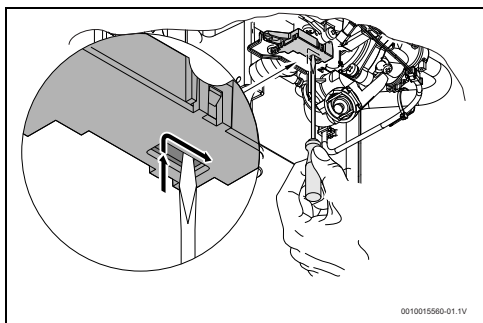

Bild 27 Rücksetzen des Mikroschalters
- Mikroschalter gemäß Abb. 27 positionieren.